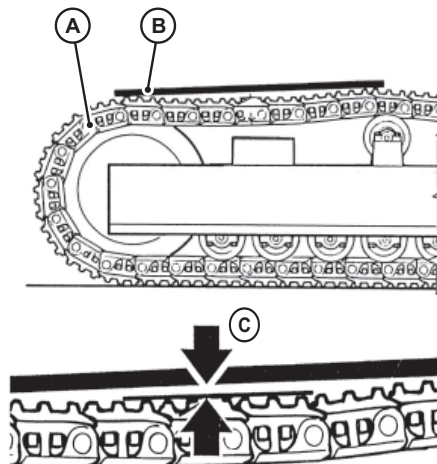

Fig. 25 Determinação da tensão do trilho da esteira
2	Coloque uma borda reta (B) na Fig. 25 no trilho da esteira A.
3	Meça a distância (C) na Fig. 25 (arqueamento) entre o rolo do trilho e o elo da correia.